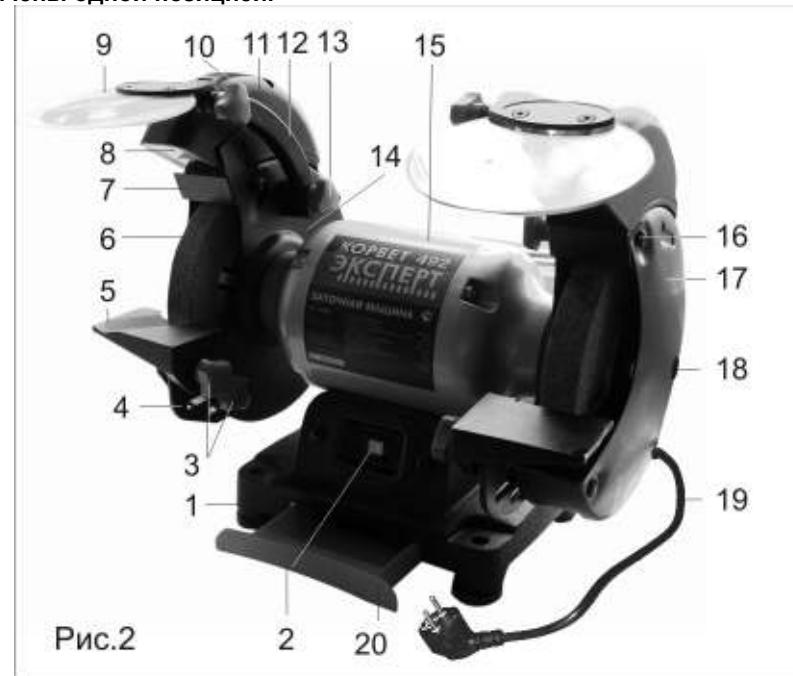

Рис.2
Машина состоит из следующих сборочных единиц и деталей (Рис.2):
Установите машину на ровной и устойчивой поверхности верстака и надежно закрепите её через специальные отверстия в основании 1 (Рис.2) с помощью болтовых соединений (не комплектуются).
9. СБОРКА И РЕГУЛИРОВКА (Рис.2)
Регулярно очищайте защитные экраны 9 (Рис.2) влажной тряпкой, обеспечивая видимость рабочей зоны. Не используйте растворители или очистители, выработанные на основе бензина.
10.1. Пуск машины (Рис.2)
10.2. Заточка режущего инструмента (Рис.2)
11. ЗАМЕНА ШЛИФОВАЛЬНОГО КРУГА (Рис.2,3)